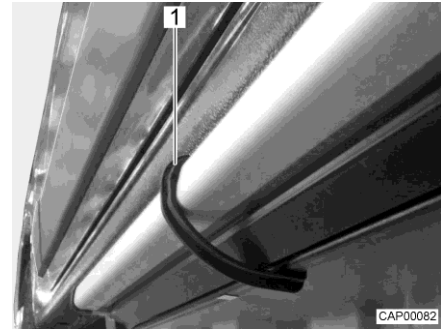

Bild 3 Klämman (fotsteg)
- Säkra fotsteget mot utglidning med klämman (Bild 3,1).